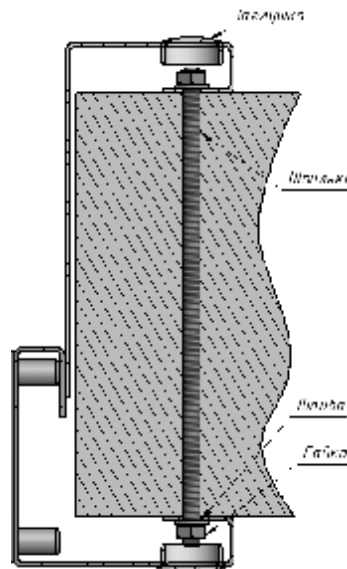

Рисунок 16
- 7.9 Установить декоративные заглушки (рис.16).
- 6.3 Стянуть между собой внешнюю и внутреннюю рамы при помощи шпилек, гаек и шайб (рис.16).
- 6.10 Установить декоративные заглушки (рис.16).